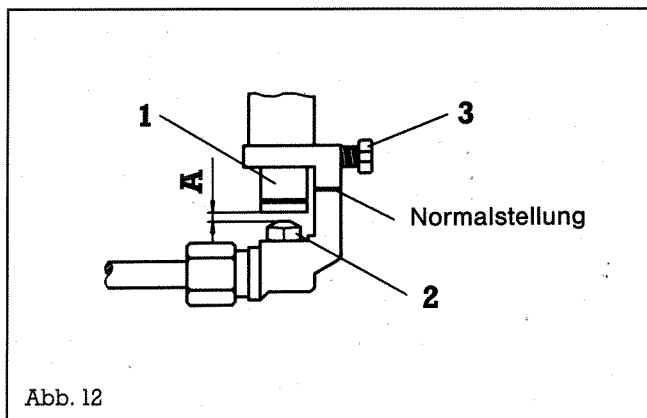

Abb. 12
Hauptdüse **2** (siehe Abb. 12) für Großstellung entsprechend der neuen Gasart und den Angaben der Düsentabelle wechseln. Zuvor Schraube **3** lockern und Luftregulierhülse **1** wegschieben und mit Schraube **3** fixieren. Entsprechend Ihrer neu eingestellten Gasart ist die vorhandene Angabe, mit dem beiliegenden Aufkleber, am Gasanschluß zu überkleben. Luftspalteinstellung **A** gemäß Tabelle „Luftspalteinstellung für Außenbrenner“ vornehmen.
Einstellung der Luftregulierhülse **1** entsprechend der neuen Gasart und Angaben der Luftspalt-Einstelltabelle vornehmen. Schraube **3** festdrehen (siehe Abbildung 12).
– Erstluft-Regulierung für Außenbrenner (Abb. 12)